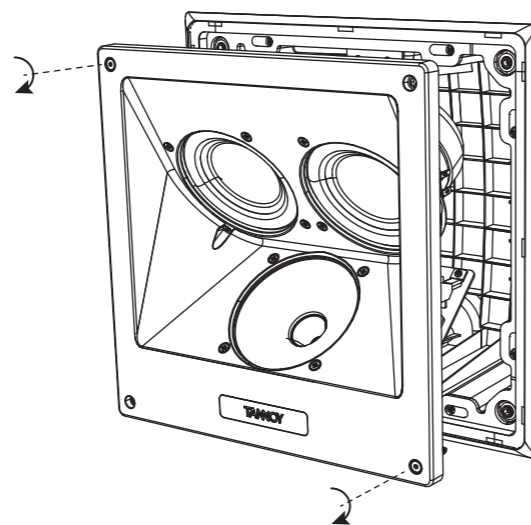

Fig. 20. Install the loudspeaker
3. Instale el altavoz en la lata trasera y asegúrelo en su lugar con los tornillos (Fig.20).